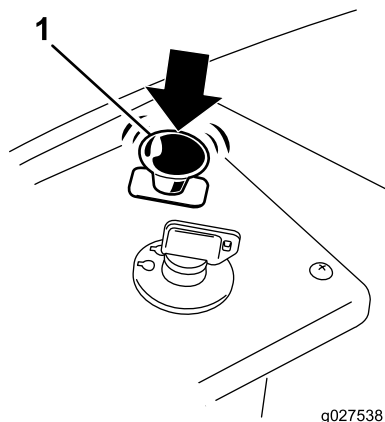

Figura 12
1. Desengrane las cuchillas moviendo el mando de control de las cuchillas a **DESENGRANADO** (Figura 12).